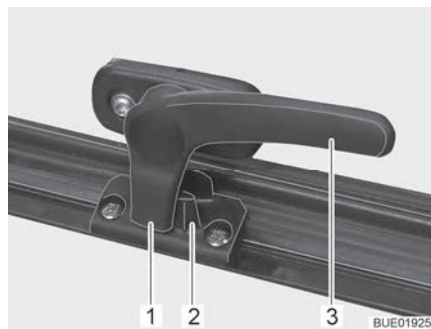

Bild 10 Låsarm i läget "stängd"
- Sväng låsarmen (Bild 10,3) ett kvarts varv mot fönstrets mitt.
- Sväng låsarmen (Bild 10,3) ett kvarts varv mot fönsterkarmen. Låsspaken (Bild 10,1) är placerad på insidan av fönsterlåset (Bild 10,2).
- I läget "helt stängt" (Bild 10).